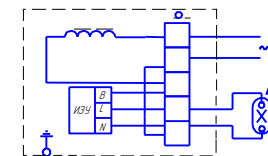

Рис. 2
8.2 Для подключения аппарата к сети и лампе нужно: а) снять крышку, отвернув винты; б) пропустить кабели через ниппели и произвести монтаж согласно схемы, указанной на рис. 2;